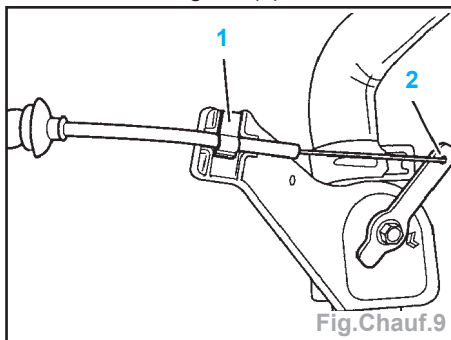

Fig.Chauf.9
- Pousser le levier (2) vers la gauche jusqu'en butée (fermé/froid) (Fig.Chauf.9).
- Fixer le câble relié au clapet de régulation avec une agrafe (1).